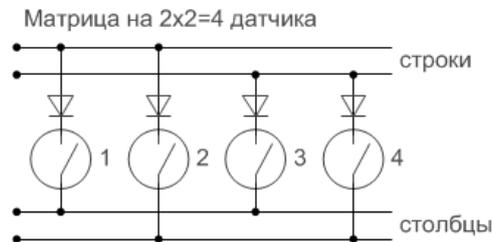

Рис.8.1. Пример схемы подключения по матричному методу
8.3.2. Для опроса матрицы модулем БР110_ККС на провода столбцов поочередно подается напряжение и проверяется наличие тока во всех проводах строк. Для работы такой схемы каждый датчик должен подключаться через диод (см. рис.8.1). Если датчик замкнут – модуль фиксирует наличие тока, если датчик разомкнут – ток отсутствует. Такая методика позволяет модулю различать 3 состояния: норма (датчик замкнут), авария (датчик разомкнут или обрыв какого-либо провода в строке или столбце), короткое замыкание проводов (строки на столбец).